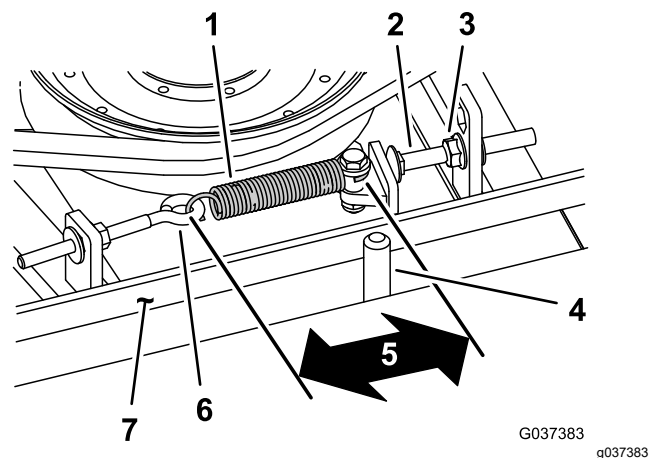

Figura 115
Quando a tensão estiver correta, a medida interior da mola de extensão (gancho a gancho) deverá ser de cerca de 8,3 cm a 9,5 cm. Logo que se obtenha a tensão correta da mola, ajuste o pino de fecho (parafuso da carroçaria) até haver uma folga aproximada de 2 a 5 mm entre a cabeça do parafuso e o braço intermédio (Figura 115).
Nota: Certifique-se de que correia está colocada no lado da mola do guia da correia (Figura 115).
2. Desaperte o parafuso com olhal (Figura 115).
3. Desaperte a porca flangeada que prende o pino de fecho à patilha de montagem e afaste a polia intermédia da correia (Figura 115).
Nota: Certifique-se de que a correia está colocada no lado da mola do guia da correia (Figura 115).
9. Ligue a mola de extensão (Figura 115) ao parafuso de olhal e aplique a tensão na correia como se segue: